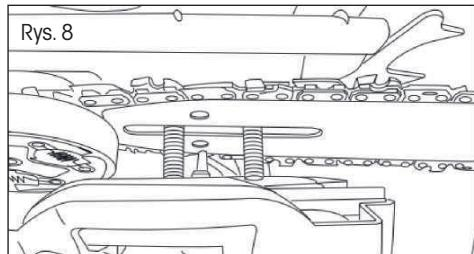

Rys. 6
5. Złoż łańcuch w okrąg, tak aby krawędzie łańcucha (D) pokrywały się z oznaczeniami na listwie prowadzącej (rys. 6).